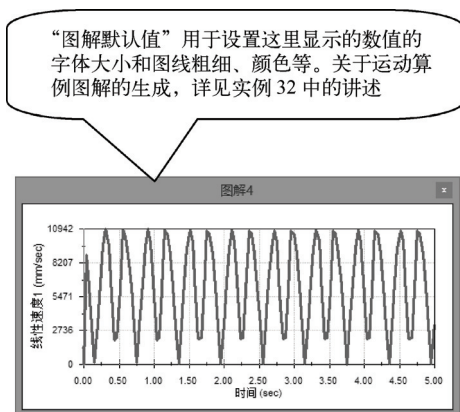

图 8-33 运动算例的图解效果
- **图解默认值：**设置所生成图解的默认显示效果，如图 8-33 所示。